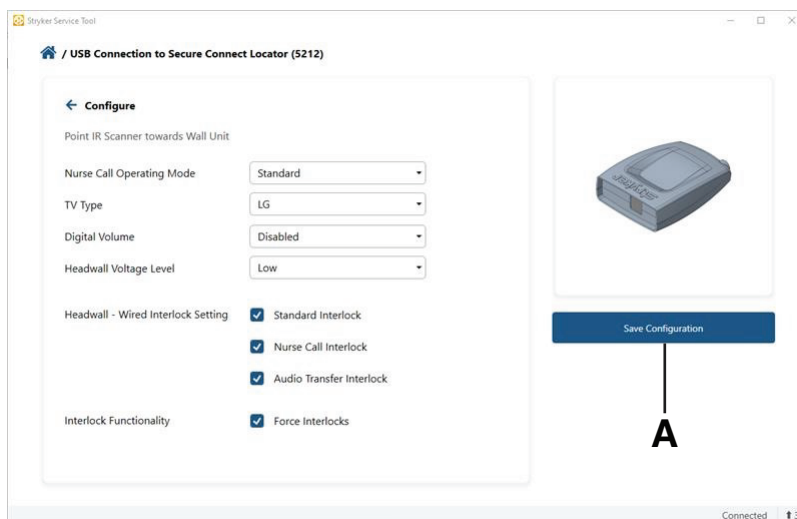

Figura 4 – Ferramenta de assistência Stryker
2. Selecione **Guardar Configuração (A)** (Figura 4).